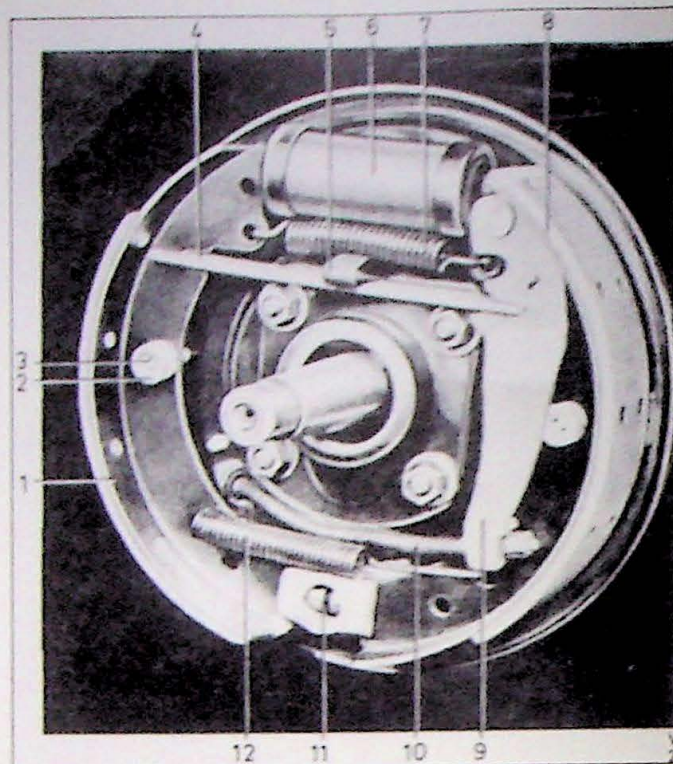

Fig. 11.11. Achterwielrem, enkel remsysteem.
2. Niet de nieuwe remvoering vast. De voorste voering onder op de schoen en de achterste naar boven (Fig. 11.11 en 11.12). Gebruik nagels volgens de specificaties en een pers ze in met een passende pin. Begin in het midden te klinken en werk vandaar naar de kanten. Controleer na het klinken of de voering over de gehele lengte goed aanligt op de schoen.
gegeven. Bij het lijmen nauwkeurig de aanwijzingen van de fabrikant opvolgen. De plaatsing van de remvoering is te zien op Fig. 11.11. Voor het lijmen mag uitsluitend een lijm worden gebruikt die is gemaakt om hoge temperaturen te weerstaan die ontstaan bij langdurig remmen.
3. Zet de bedieningshefarm van de handrem op zijn plaats en let op de juiste plaatsing. Haak de onderste veer in en monteer de voorste schoen met borgpin en borgklem. Haak de bovenste veer in met een remveertang. Verwijder SVO 4074. Monteer de veerklem (5, Fig. 11.11).